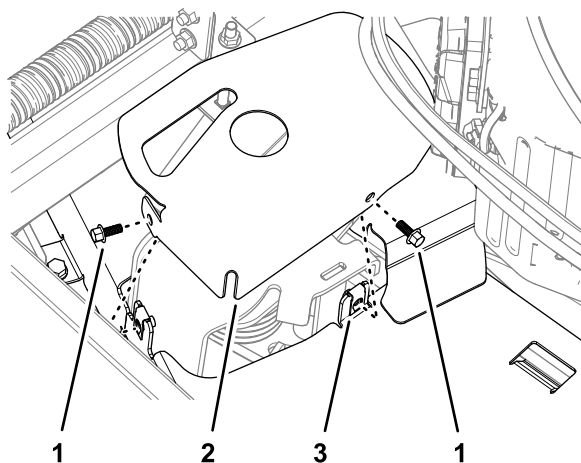

Figuur 44
3. Bevestig de flenzen van de drijfriemkap met de flenskopschroef (Figuur 44) die u hebt verwijderd in De linker drijfriemkap verwijderen \(bladz. 30\).